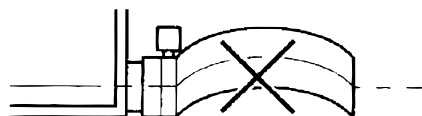

Рис. 4
- Изгибать шланг запрещено (см. рис. 4).